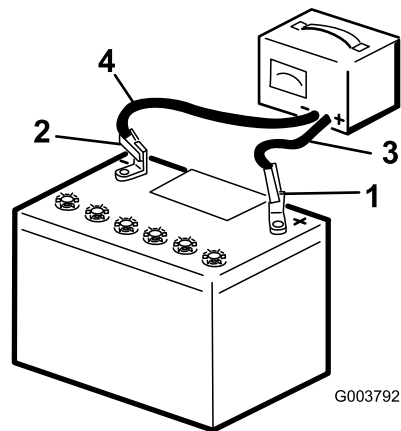

Рисунок 81
3. Подсоедините положительный провод зарядного устройства к положительному штырю аккумулятора (Рисунок 81).
4. Подсоедините отрицательный провод зарядного устройства к отрицательному штырю аккумуляторной батареи (Рисунок 81).
6. После полной зарядки аккумулятора отсоедините зарядное устройство от источника электропитания и штырей аккумулятора (Рисунок 81).